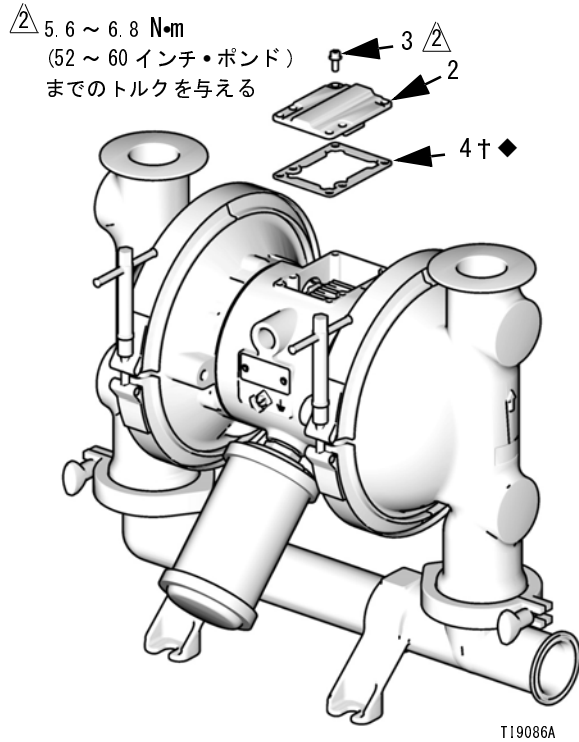

図 5
2. トルクス (T20) ドライバーまたは 7 mm (9/32 インチ) のソケットレンチを使用して、6 本のネジ、(3)、エアバルブのカバー (2)、およびガスケット (4) を外します。図 5 を参照してください。
10. バルブガスケット (4†◆) とカバー (2) の 6 つの穴を、センターハウジング (1) と揃えます。トルクス (T20) ドライバーまたは 7 mm (9/32 インチ) のソケットレンチを使用して、6 本のネジ (3) を締めます。5.6 ~ 6.8 N•m (52 ~ 60 インチ・ポンド) までのトルクを与えます。図 5 を参照してください。